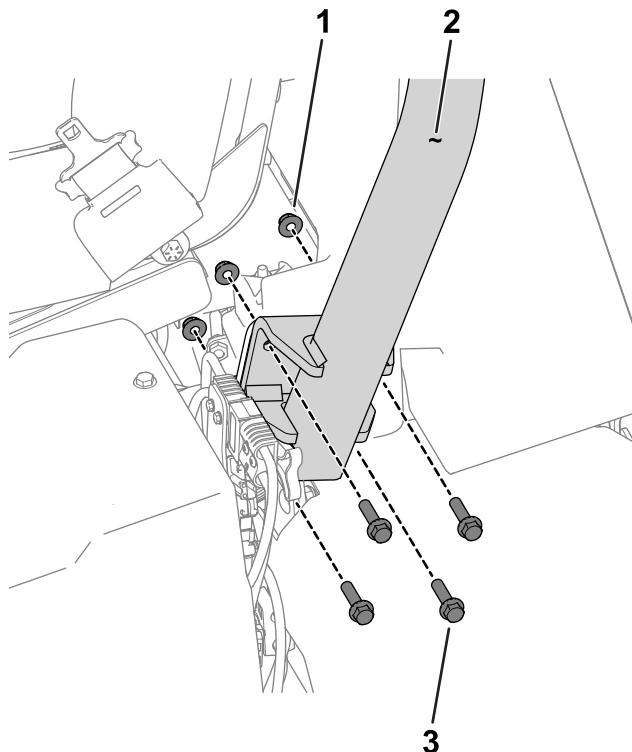

図3
3. 機体の両側で、ROPS ブラケットに ROPS バーを取り付ける六角ヘッドボルト $\frac{3}{8}$  x 1½" 8本、ナット $\frac{3}{8}$ " 8個を使用する図3。